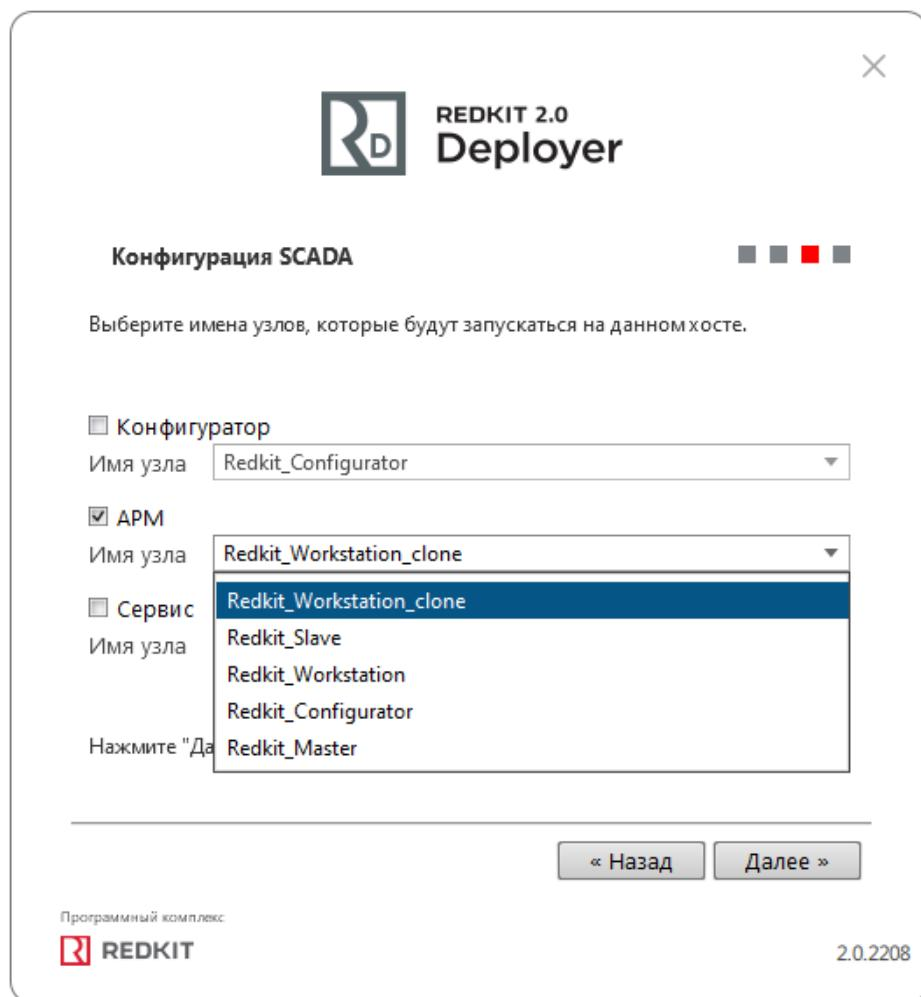

Рисунок 57 - Узлы
7. Отметьте только узел **ARM** и в выпадающем списке выберите наименование узла для данного АРМ (Рисунок 57). Нажмите **Далее**.